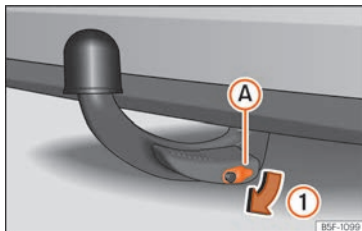

Fig. 271 Retirar la tapa de la cerradura
- Extraiga la tapa **(A)** de la cerradura en el sentido de la flecha **(1)** » fig. 271.